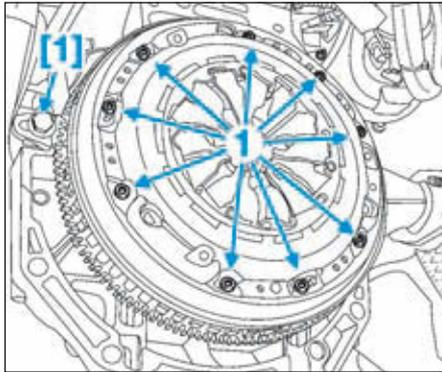

FIG.1
- [1]. Outil d'immobilisation du volant moteur (réf. Mot. 1677) (Fig.1).
- Bloquer le volant moteur à l'aide de l'outil d'immobilisation du volant moteur [1] (Fig.1).
- les vis de fixation (1) du mécanisme et du disque,